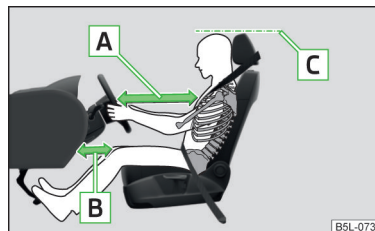

Fig. 1
- ✓ Pour les véhicules avec airbag de genoux côté conducteur, réglez le siège du conducteur en sens longitudinal de façon à ce que la distance **B** entre les jambes et le tableau de bord à hauteur de l'airbag de protection des genoux soit de 10 cm au moins » fig. 1.
- ✓ Ajustez le volant de façon que la distance entre le volant et le buste soit de 25 cm au moins **A** » fig. 1. Réglage du volant » page 10, Réglage de la position du volant.
- ✓ Réglez l'appuie-tête de façon à ce que le bord supérieur de l'appuie-tête se trouve au moins à la hauteur de la partie supérieure de votre tête **C** » fig. 1.
- ✓ Réglez l'appuie-tête de façon à ce que le bord supérieur de l'appuie-tête se trouve au moins à la hauteur de la partie supérieure de votre tête **[C]** » fig. 1 à la page 9.
- ✓ Réglez l'appuie-tête de façon à ce que le bord supérieur de l'appuie-tête se trouve au moins à la hauteur de la partie supérieure de la tête **[C]** » fig. 1 à la page 9.